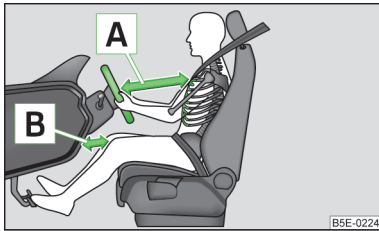

Abb. 120
- Das Lenkrad so einstellen, dass der Abstand zwischen Lenkrad und Brustbein mindestens 25 cm beträgt [A] » Abb. 120. Den Abstand der Beine zur Schalttafel im Bereich des Knieairbags so einstellen, dass dieser mindestens 10 cm beträgt [B]. Wenn Sie den Mindestabstand nicht einhalten, kann Sie das Airbag-System nicht schützen - Lebensgefahr!